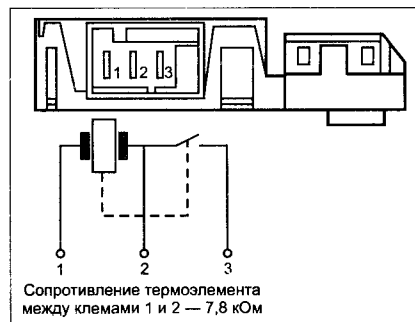

Рис. 17. Внешний вид и назначение выводов УБЛ
- **УБЛ** (рис. 12): выв. 23 IC1 — VT1 — R2, R3, C1 — симистор TR1. Необходимо отметить, что при срабатывании замка УБЛ его контактная группа замыкает цепь сетевой фазы для питания клапанов залива воды, помпы, приводного мотора и др. Внешний вид УБЛ и назначение его выводов показано на рис. 17;